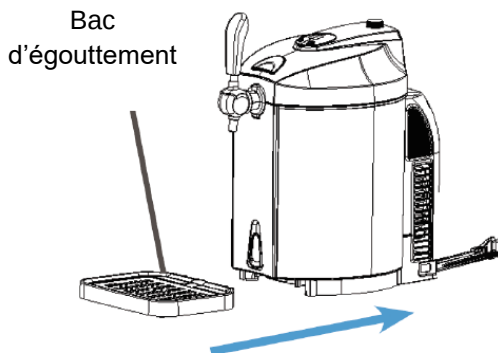

Figure 7
3. Disposer le bac d'égouttement dans son encoche. (Voir figure 7)